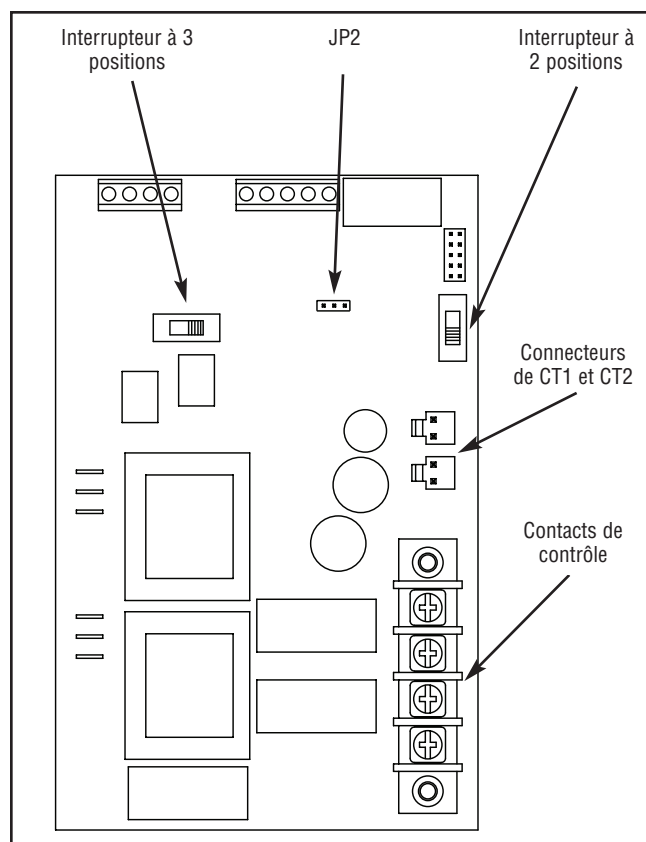

Figure 7 — Module de commande
- Si la génératrice est située dans une zone régulièrement soumise à des températures inférieures à 40°F (4°C), sélectionnez une durée de réchauffement de 50 secondes en déplaçant le cavalier installé sur JP2 (Figure 7) de la position « 20 » à la position « 50 ».
- Placez l'interrupteur à deux positions (Figure 7) à la position « NG » ou « LP », selon la position appropriée à votre système.
- Placez le commutateur à trois positions (Figure 7) de sorte qu'il corresponde à la valeur nominale en KW de la génératrice utilisée.